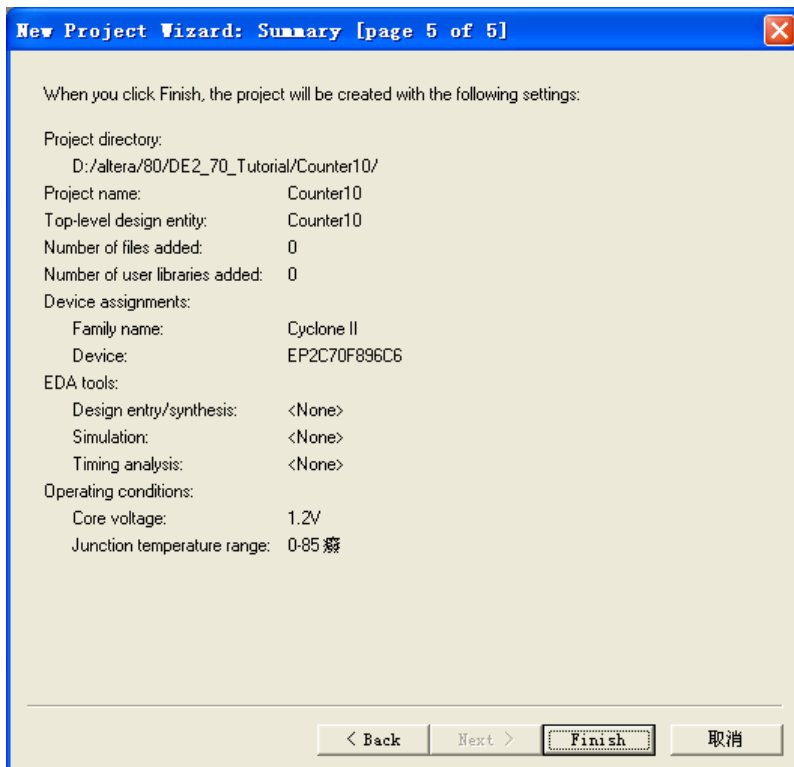

图 3-8 新建工程总结
7. 查看新建工程总结。在基本设计完成后，Quartus II 会自动生成一个总结让用户核对之前的设计，如图 3-8 所示，确认后点击 Finish 完成新建。